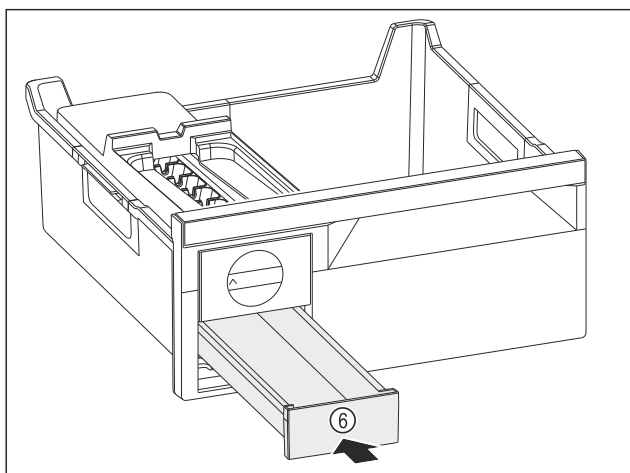

Fig. 110
- ▶ Zásuvku na kostky ledu Fig. 110 (6) zasuňte.